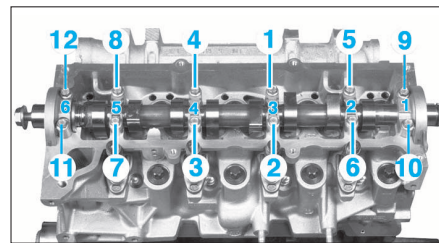

FIG. 88
- reposer les chapeaux de paliers d'arbre à cames (n°1 côté volant moteur) et les serrer progressivement par passes successives jusqu'au couple de 1,1 daN.m dans l'ordre prescrit (Fig.88).